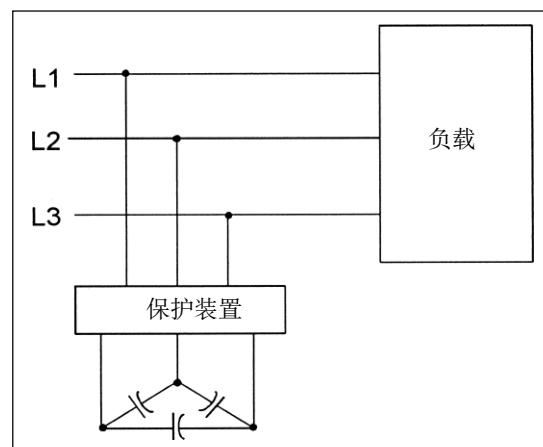

图2. 传统的修正功率因数的方法是利用分流电容器，减小电压与电流之间的相位角。
这里 $\varphi$ 是电压与电流之间的相位角。如果电路的相位角是 $40^\circ$ ，那么DPF就是 $0.766(\cos 40^\circ = 0.766)$ 。在这个例子中可以利用无功补偿电容修正由于感性负载造成的相位移。将电容与供电电压并联，从电路中获取与马达感性电抗反向的电流。参见图2。上述情况只适合于单一频率的电路，比如50Hz或60Hz。
5. 如果适当，有资格的电气专业人员可以考虑安装无功补偿电容。见图2，可以作为指导。